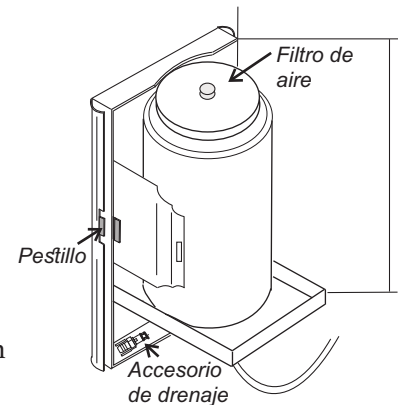

Figura 7-6. Frasco de agua
1. Localice el accesorio de drenaje del sistema de humedad que se encuentra en la parte interna de la puerta de acceso del frasco de agua. Vea la figura 7-6.